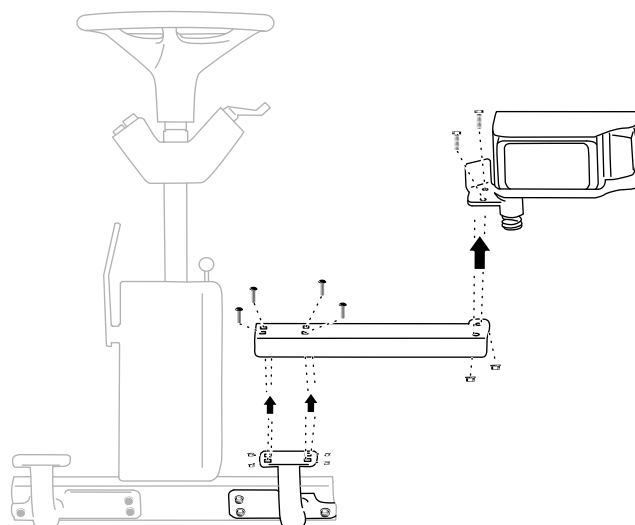

Figura 2
1. Retire las fijaciones que conectan el faro al soporte largo. Aparte las fijaciones para instalar el soporte pequeño (Figura 2).
2. Retire las fijaciones que conectan el soporte largo al soporte curvo que está sujeto a la máquina. Aparte las fijaciones para instalar el soporte pequeño (Figura 2).